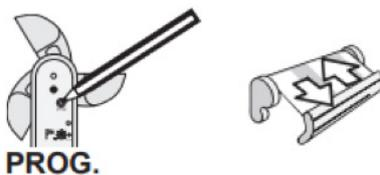

Imagen 25: Botón de programación del sensor viento y movimiento de subida y bajada de motores “iclack-clack!”.
6. Pulsar brevemente el botón de programación (PROG. - imagen 25) del sensor de viento Eolis IO, hasta escuchar de nuevo el mismo sonido de los motores “iclack-clack!”.